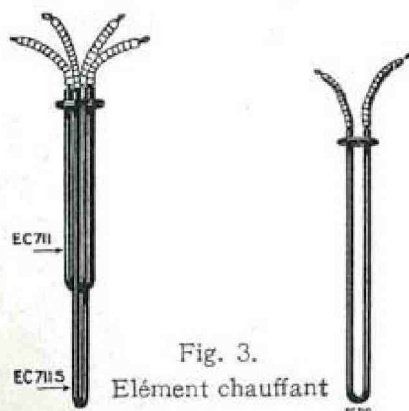

Fig. 3.
**Élément chauffant.** — C'est un tube Calor-Backer ou deux s'il s'agit du N° 711. Aplati et plié en U, fixé par l'intermédiaire d'une plaquette, support (Fig. 3). Deux écrous molletés plombables permettent le démontage ou le remontage instantanés sans l'aide d'aucun outil. Sa forme lui assure de nombreux points de contact pour la plus parfaite transmission de la chaleur.